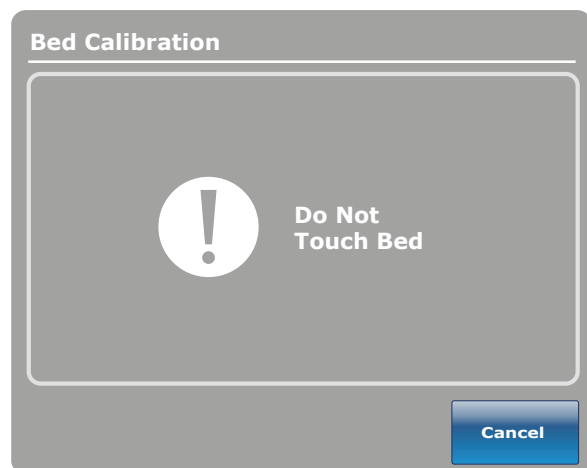

Abbildung 12: Bildschirm „Do Not Touch Bed“ (Bett nicht berühren)
10. Nach Beendigung die Taste **Next** (Weiter) drücken. Der in Abbildung 12 dargestellte Bildschirm „Do Not Touch Bed“ (Bett nicht berühren) erscheint.